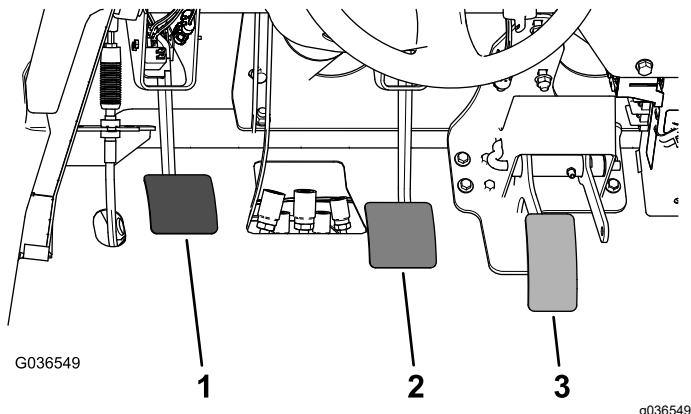

图 61
2. 抬起刹车踏板图 61直至它接触到机架。
3. 松开将汽缸钗固定至主汽缸轴的锁紧螺母图 61。